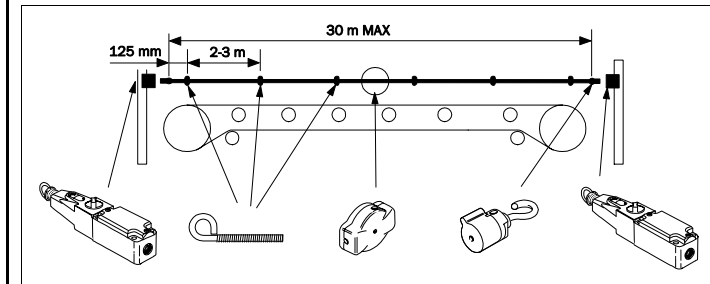

Fig. 2: Montaje del cable de accionamiento
- El primer y último cáncamo deberán fijarse a una distancia de 125 mm del interruptor accionado por cable o del muelle tensor (ver Fig. 2). Todos los demás cáncamos se colocan a una distancia de entre 2 y 3 m, respectivamente.